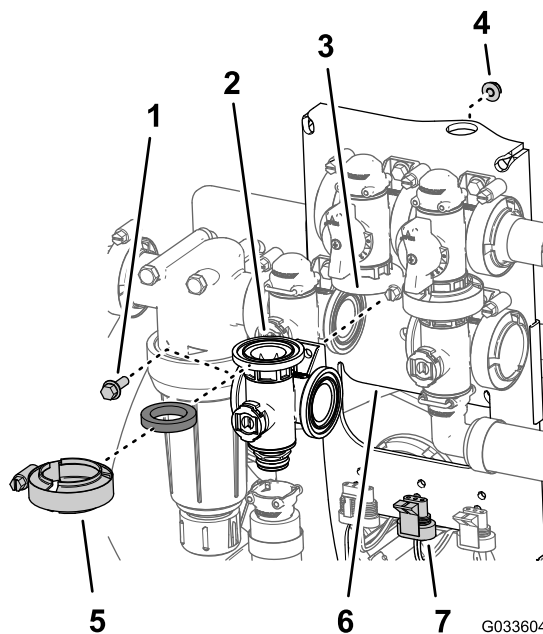

Рисунок 127
1. Совместите фланец коллектора клапана перемешивания, прокладку и фланец перепускного клапана перемешивания (Рисунок 127).
- Присоедините клапан перемешивания к креплению клапана с помощью болта с фланцевой головкой и фланцевой контргайки (Рисунок 127), снятых при выполнении пункта 3 в разделе Снятие коллекторного клапана перемешивания \(страница 90\), и затяните гайку и болт с моментом от 10 до 12 Н·м.